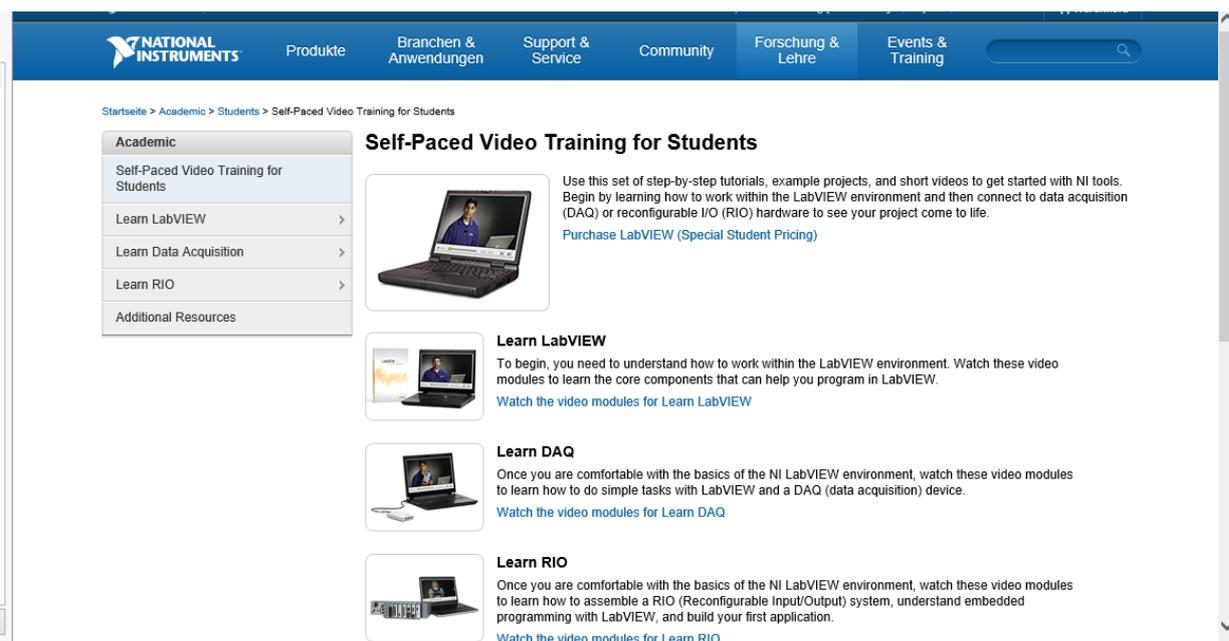

Abb.4.1.4: Direkte Informationen zu LabVIEW
Beim Klick auf das LabVIEW-Ikon in der Box ⑤ ('What is LabVIEW?') gelangen Sie via Internet zu vielfältigen Informationen rund um LabVIEW, **Abb.4.1.4:**